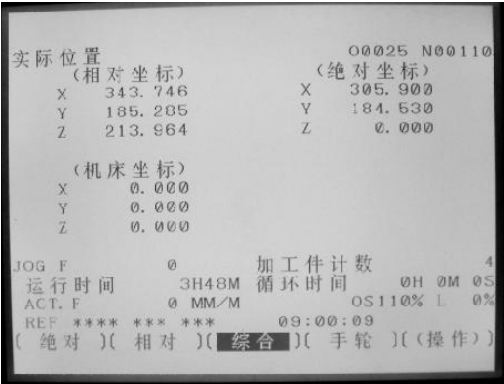

图 4-48 回零操作
- 6) 回参考点：依次按下手动轴选的“Z”“+”“Y”“+”“X”“+”6 个按钮，Z、Y、X 三个方向分别回零，在 POS 加工操作界面，可以看到机床坐标系 MCS 的 X=0、Y=0、Z=0，表示各轴回零完成，如图 4-48 所示。